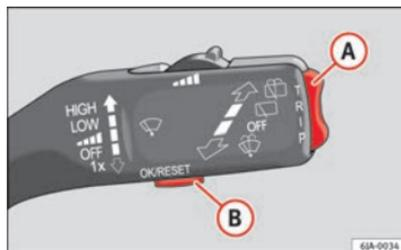
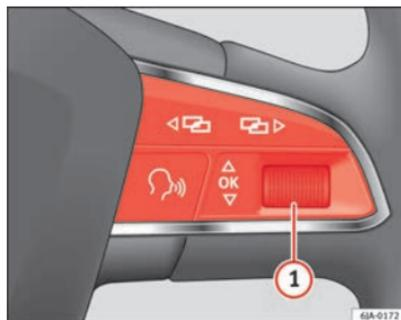

Fig. 34 Indicador multifunción: elementos de manejo
Fig. 35 Volante multifunción: elementos de manejo
- pulsando brevemente la tecla **B** de la palanca ⇒ fig. 34 ⇒ página 62, o bien
- pulsando brevemente la ruedecilla derecha del volante multifunción **OK** **1** ⇒ fig. 35.
La tecla para cambiar funciones **A** ⇒ fig. 34 y la tecla para borrar la memoria **B** se encuentran en la palanca del limpiacristales.
- Pulse brevemente la tecla **B** ⇒ fig. 34 de la palanca. ▶
- Pulse brevemente la ruedecilla derecha del volante multifunción **OK** **1** ⇒ fig. 35.
- Pulse brevemente la tecla basculante **A** ⇒ fig. 34 de la palanca arriba o abajo. Esto visualiza sucesivamente las funciones del indicador multifunción en la pantalla.
- Gire la ruedecilla derecha del volante multifunción **1** ⇒ fig. 35. Esto visualiza sucesivamente las funciones del indicador multifunción en la pantalla.
- Mantenga pulsada la tecla **B** ⇒ fig. 34 de la palanca.
- Mantenga pulsada la ruedecilla derecha del volante multifunción **OK** **1** ⇒ fig. 35.
A temperaturas por debajo de +4 °C (+39 °F), se visualiza adicionalmente el símbolo del cristal de hielo (señal de advertencia de calzada helada) y suena una señal acústica. Al pulsar la tecla basculante **A** ⇒ fig. 34 de la palanca o al girar la ruedecilla derecha del volante **1** ⇒ fig. 35 se muestra la última función visualizada.
- Pulsando la tecla **A** ⇒ fig. 34 de la palanca seleccione **Aviso velocidad**. ▶
- Gire la ruedecilla derecha del volante multifunción **(1)** ⇒ fig. 35 y seleccione **Aviso velocidad**.
- Pulsando la tecla **(A)** ⇒ fig. 34 de la palanca seleccione **Aviso velocidad**.